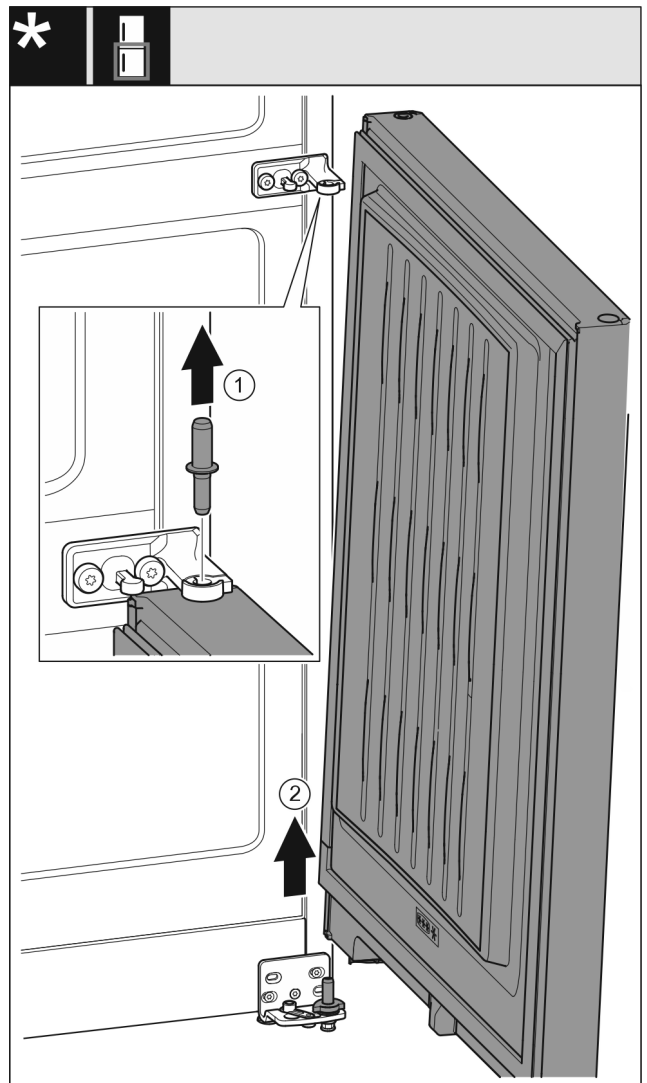

Fig. 10 Sans amortisseur de fermeture
- Retirer l'axe Fig. 10 (1) par le haut.
- Faire pivoter la porte Fig. 10 (2) vers l'extérieur, la retirer par le haut et la mettre de côté.